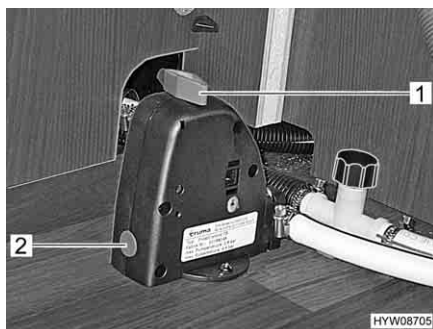

Fig. 116 Valvola di sicurezza/di scarico del boiler
Il boiler è dotato di una valvola di sicurezza/di scarico (Fig. 116). La valvola di sicurezza/di scarico impedisce che l'acqua congeli nel boiler in presenza di basse temperature esterne, quando il riscaldamento dell'autocaravan non è acceso.
- Chiudere la valvola di sicurezza/di scarico. A tal fine ruotare la manopola (Fig. 116,1) verticalmente rispetto alla valvola di sicurezza/di scarico e premere verso l'interno il bottone automatico (Fig. 116,2).
- Aprire la valvola di sicurezza/di scarico. A tal fine ruotare la manopola (Fig. 116,1) nel senso della lunghezza della valvola di sicurezza/di scarico. Il bottone automatico (Fig. 116,2) scatta all'infuori. Il boiler viene svuotato verso l'esterno tramite la valvola di sicurezza/di scarico.